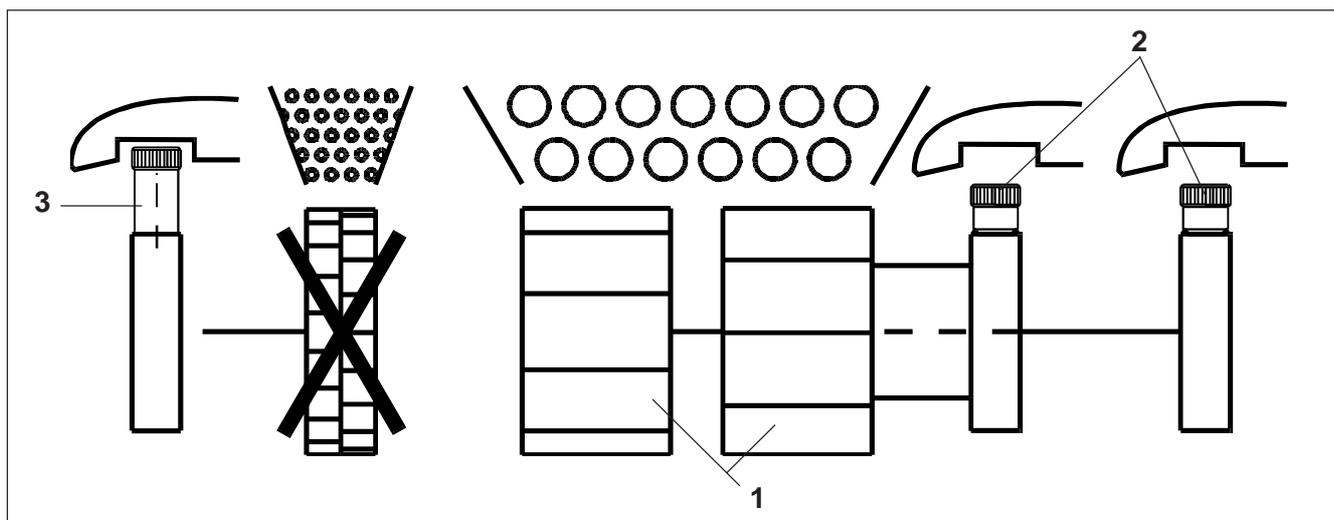

Fig. 20.5
Para sembrar con las dos ruedas de siembra principales (fig. 20.5/1):
- Enroscar los tornillos moleteados (fig. 20.5/2) de las ruedas de siembra principales.
- Desenroscar el tornillo moleteado (fig. 20.5/3) de la rueda de siembra fina.